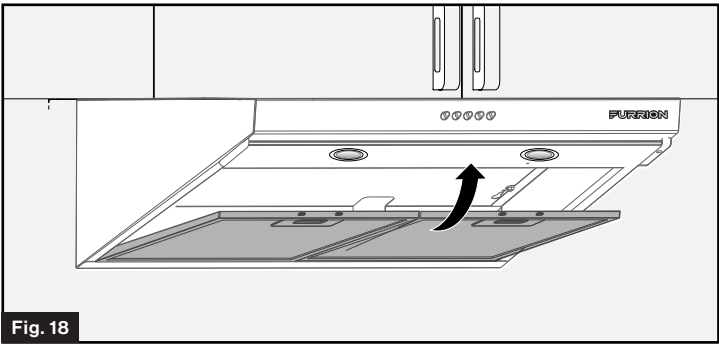
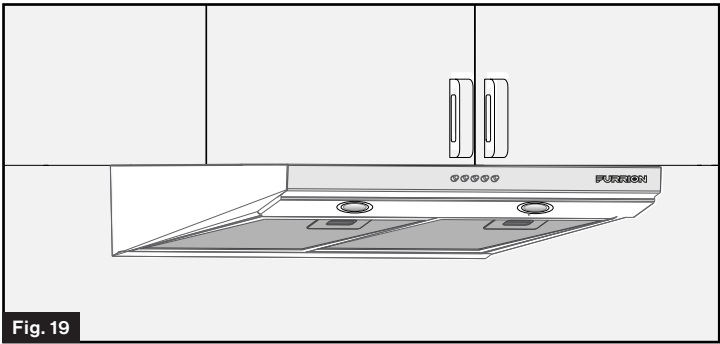

Fig. 18
Fig. 19
- 1. Vuelva a colocar el filtro de grasa en la campana extractora y presione las lengüetas hasta escuchar un clic. (Fig. 18) El filtro de grasa queda fijado de forma segura a la campana extractora. (Fig. 19)